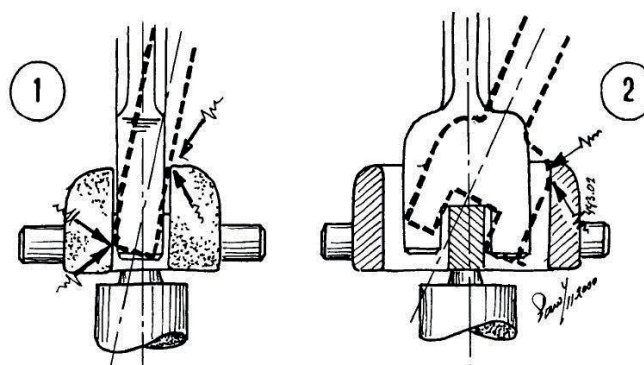

Fig. 12.9.4.2
- Verwijder vervolgens voorzichtig de steenspil. Pas op dat de klauw van de spil tijdens het opzij zwaaien de rijn niet beschadigt (fig. 12.9.4.2). Haal de spil op tot ruim boven de looper, zet hem daarna weg naast de ligger en zeker hem tegen omvallen.